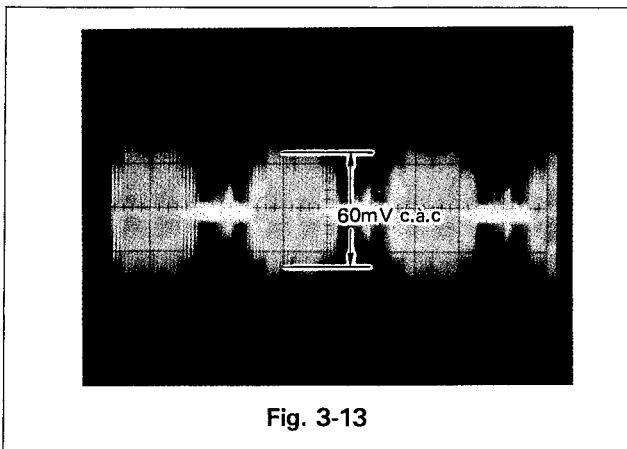

Fig. 3-13
- Régler VR601 pour obtenir 60 mV c.à.c Voir Fig. 3-13.